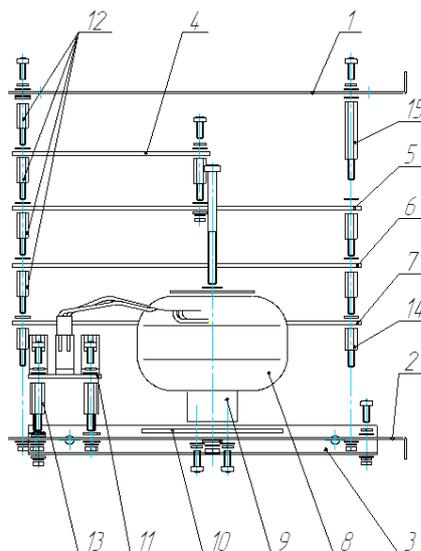

Рисунок 3.10 - Сборка блока монтажного блока высокоомного
3.6.5.4 Сборка блока монтажного изображена на рис. 3.10.